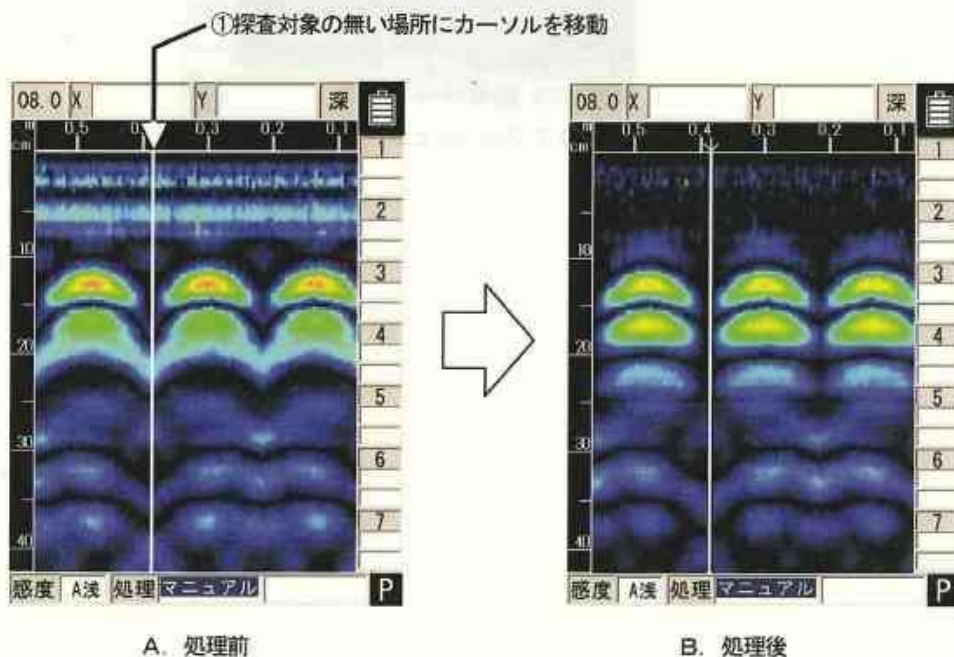

図3-12 マニュアル表面波処理
マニュアル表面波処理は、探査結果においてコンクリート表面付近からの反射の影響が取り除ききれないときに使用します。(図3-12 A参照)
(図3-12 A-①参照)
(図3-12 B参照)